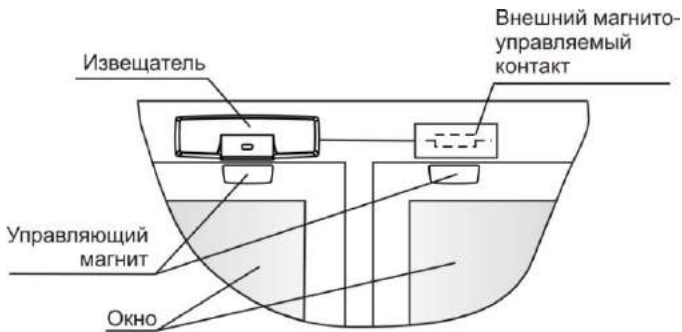

Рисунок 4
8.1.3 Вариант размещения извещателя на окне (рисунок 4).
<p>5 ИСПОЛЬЗОВАНИЕ ВНЕШНИХ МАГНитоУПРАВЛЯЕМЫХ КОНТАКТОВ</p> <p>а) Последовательно соединить провода внешних магнитоуправляемых контактов.</p> <p>б) Провести провода через выбранное отверстие в основании извещателя.</p> <p>в) Подключить провода к клеммнику винтовому</p>  <p>д)</p> <ul style="list-style-type: none"> • Для контроля встроенного и внешних магнитоуправляемых контактов (рисунок 4) установить перемычку на вилки Int и Ext. • Для контроля только внешних магнитоуправляемых контактов (рисунок 5) установить перемычку на вилку Ext, снять перемычку с вилки Int.